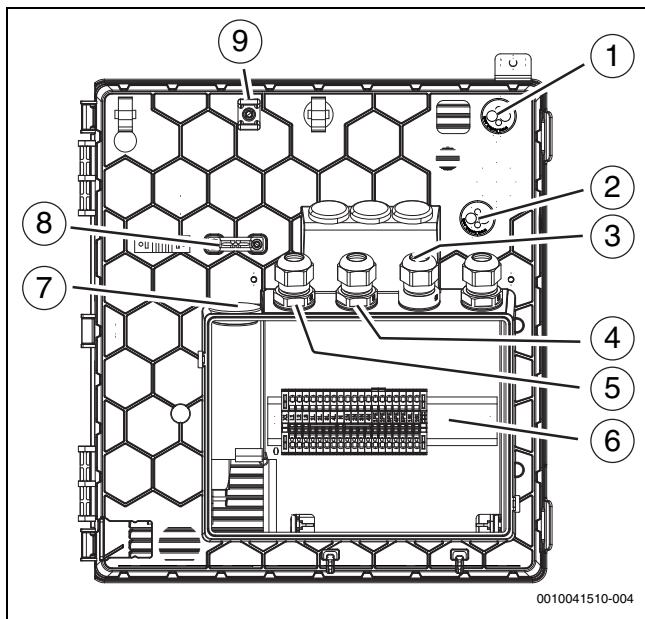

Bild 39 Kabeldurchführungen zum Klemmenkasten
Bei Kabeldurchführungen (→ Abbildung 39 [1], [2], [7]) genügt ein kleiner Einstich in die Membran, dann können die Leitungen durchgeschoben werden.
- Nach dem Einführen der Kabel die Kabelverschraubungen festziehen (→ Abbildung 39 [3], [4], [5]).
- Die festgelegten Befestigungspunkte [9] für die Befestigung der durch die Einführungen geführten Kabel verwenden (→ Abbildung 39 [1], [2]).